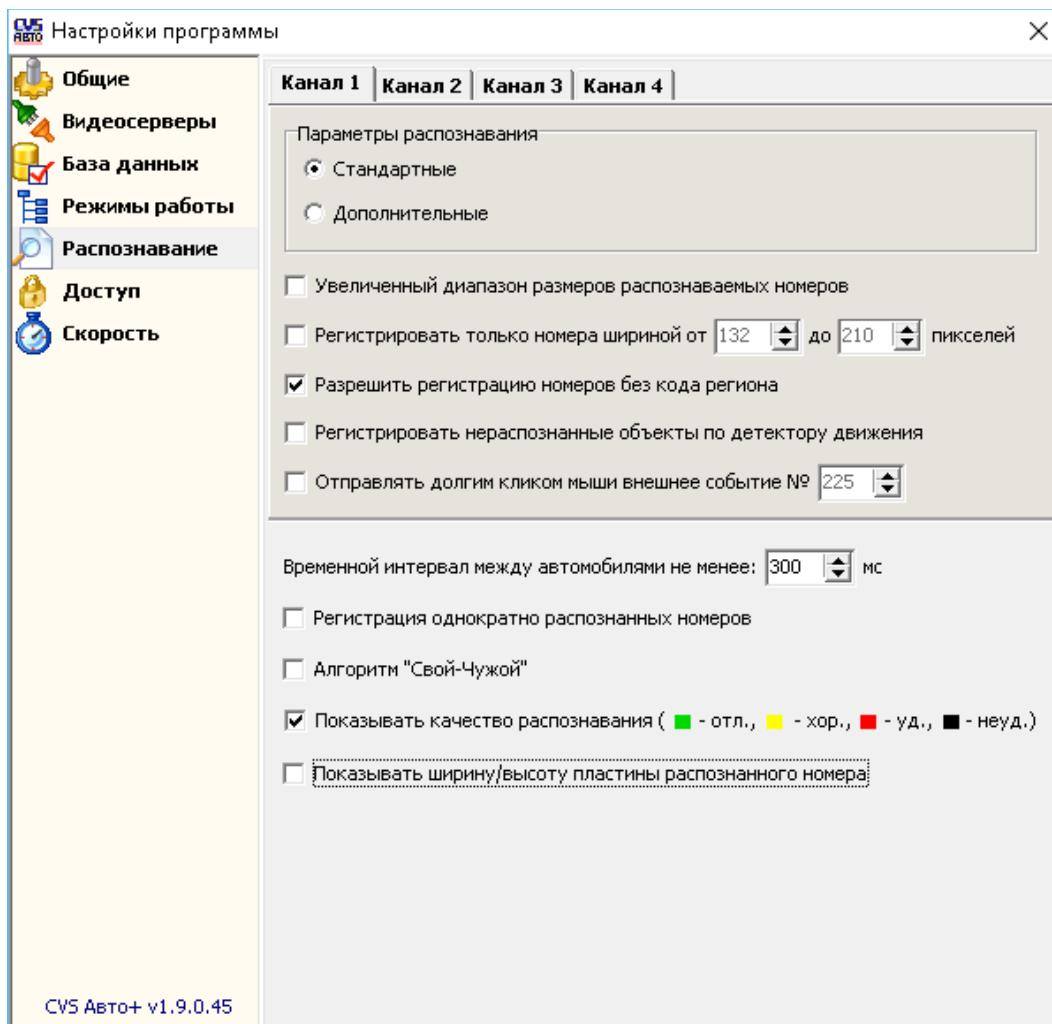

Рисунок 102: Параметр 'Показывать качество распознавания'.
- ❖ включите параметр Показывать качество распознавания (Рис. 102) и параметр Показывать ширину / высоту.
Ширина номера в пикселях для достоверного распознавания в пределах зоны распознавания должна не выходить за значения указанные в закладке *Распознавание* (Рис. 102).